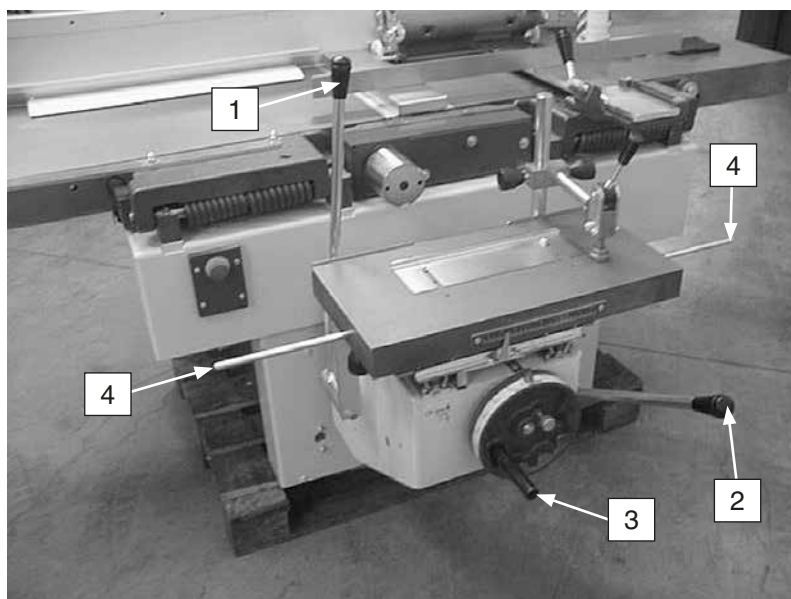

Fig.17
Pour le déplacement en longueur de la table de mortaiseuse, on doit utiliser le levier "1". Le déplacement en profondeur se fait par le levier "2". La hauteur de la table est commandée par le volant à main (3). Un tour du volant à main correspond au déplacement en hauteur de la table de 2 mm. Les déplacements en longueur et profondeur peuvent être lus sur les échelles correspondantes. Les butées en longueur (4) se trouvent à gauche et à droite de la table mortaiseuse, et se fixent par moyen des 2 poignées en dessous. La butée de profondeur opère de la façon suivante : Avec le poignée indexable (fig.17,bis,5) desserrée, on a un cours complet de 130 mm. Après avoir avancé la table en profondeur en utilisant le levier "2" jusqu'au profondeur voulu (voir l'échelle graduée) on sert la poignée indexable "5" en le tournant dans le sens des aiguilles d'une montre. Maintenant on peut forer autant de trous identiques qu'on veut. En desserrant la poignée "5", la butée revient en arrière et on a de nouveau le choix de la course complet de 130 mm.